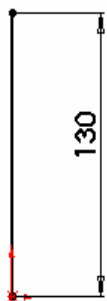
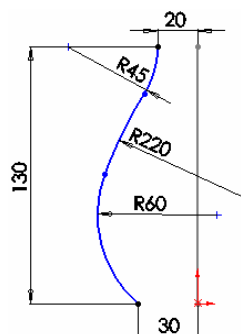
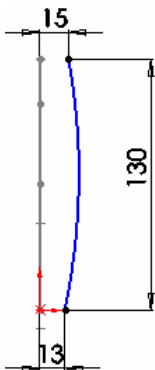

图 5-161 绘制的草图
图 5-162 绘制的草图
图 5-163 绘制的草图
② 绘制草图。单击“草图”工具栏中的“直线”图标按钮，以原点为起点绘制一条竖直直线并标注尺寸，结果如图 5-161 所示，然后退出草图绘制状态。
③ 设置基准面。在左侧“FeatureManager 设计树”中用鼠标选择“前视基准面”，然后单击“标准视图”工具栏中的“正视于”图标，将该基准面作为绘制图形的基准面。
④ 绘制草图。单击“草图”工具栏中的“3 点圆弧”图标按钮，绘制如图 5-162 所示的草图并标注尺寸，然后退出草图绘制状态。
⑤ 设置基准面。在左侧“FeatureManager 设计树”中用鼠标选择“右视基准面”，然后单击“标准视图”工具栏中的“正视于”图标，将该基准面作为绘制图形的基准面。
⑥ 绘制草图。单击“草图”工具栏中的“3 点圆弧”图标按钮，绘制如图 5-163 所示的草图并标注尺寸，添加圆弧下面的起点和原点为“水平”几何关系，然后退出草图绘制状态。